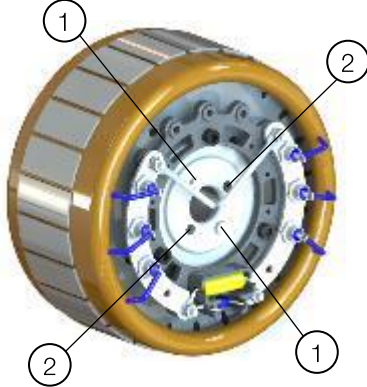

Abbildung 13.4: Erregerrotor GTA
2. Entfernen Sie die beiden Befestigungsschrauben des Erregerrotors gemäß Abbildung 13.4.
3. Setzen Sie die entfernten Schrauben in die in Abbildung 13.4 gezeigten Löcher ein.
Legende der Abbildung 13.4: